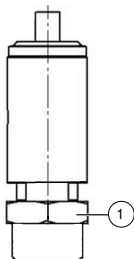
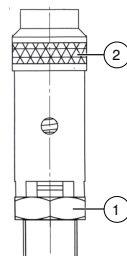

Fig. 15: Ligação da válvula de segurança de 1/4"
Fig. 16: Ligação da válvula de segurança de 1/2"
2. Abrir a válvula de segurança durante alguns segundos, rodando a porca serrilhada (Fig. 16 na Página 43) no sentido contrário ao dos ponteiros do relógio. Durante este processo, o fecho da válvula de segurança abre-se, devendo sair ar.
1. Colocar uma chave de boca no plano da chave (Fig. 15 na Página 43 e Fig. 16 na Página 43) e desapertar a válvula de segurança no sentido contrário ao dos ponteiros do relógio.